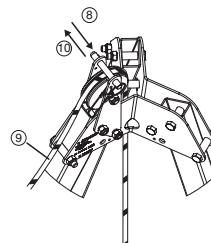

Fig. 10
8. Retirar o fuso com esfera que se encontra por cima da roldana de transmissão no topo do tripé tracpode (Fig. 10, 8).
9. Passar a drisse do aparelho derope™ em volta da roldana de transmissão (Fig. 10, 9).
10. Reinstalar o fuso com esfera de modo a impedir que a drisse saia da roldana de transmissão (Fig. 10, 10).